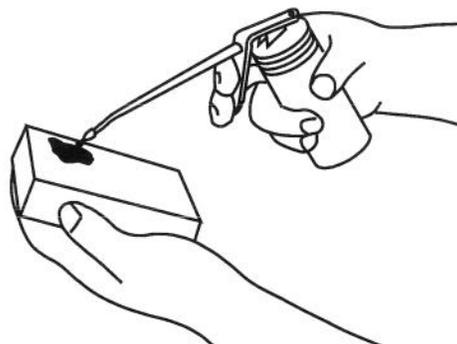

Figure 20
5. Appliquer une cuillère à soupe d'huile SAE 30W sur le filtre à air (Fig. 20).